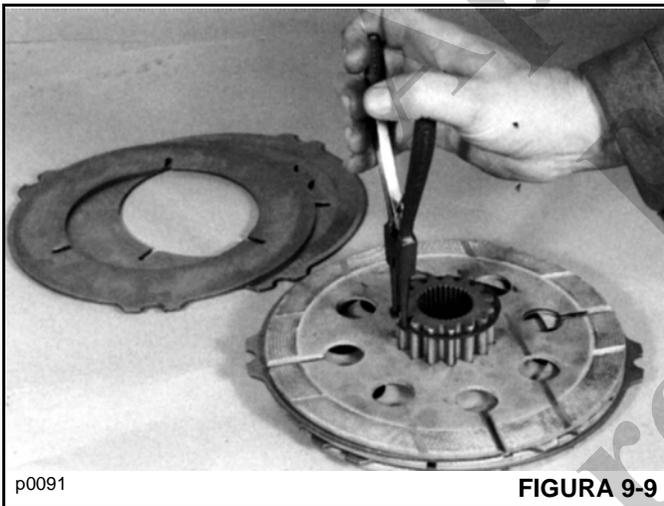

FIGURA 9-9
4. Remova o anel de trava Figura 9-9. Se o conjunto do freio for reutilizado, anote a posição das placas antes de removê-las.
5. Monte as placas de fricção e as contraplacas no transportador. Se o conjunto do freio original estiver sendo reutilizado, retorne as placas às suas posições originais; consulte etapa 3., página 9-6. Mergulhe as novas placas de fricção em óleo de engrenagem antes de montar. Instale o anel de trava (Figura 9-9).